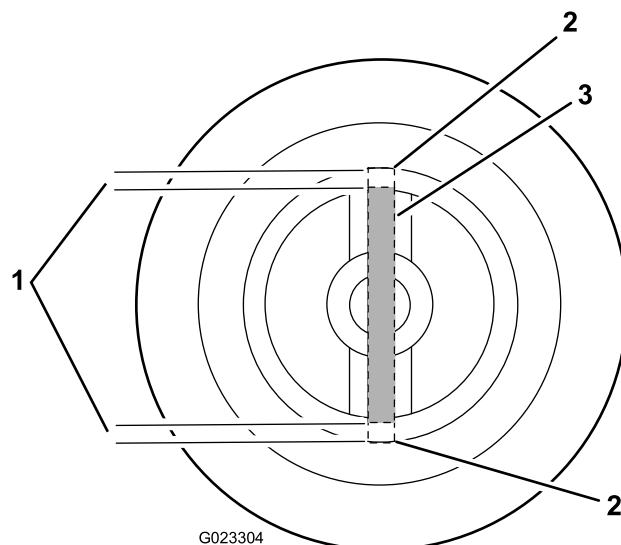

Figura 2
**Nota:** Centrate il perno all'interno della puleggia in modo che la distanza tra ciascuna estremità del perno e il relativo foro nella puleggia sia di 7,6 mm come mostrato in Figura 2.